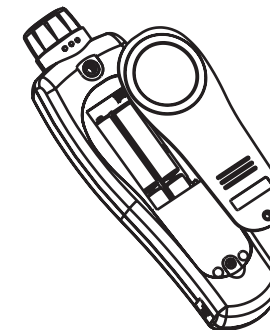

图 7
- a. 本仪表的电源为4节1.5V AA电池, 请参考(图7)使用下列顺序安装或更换电池。